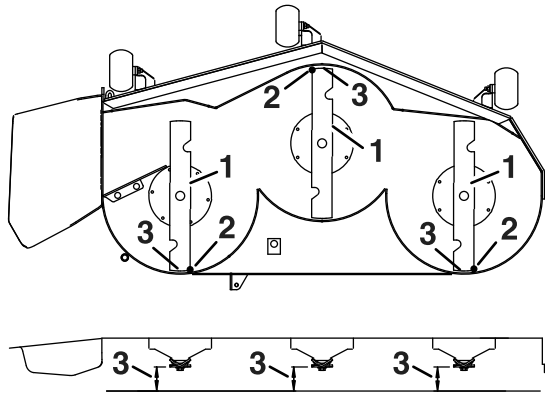

Figura 72
4. Rotii cu atenție lamele astfel încât să fie orientate din față spre spate (Figura 72).
5. Măsurai între vârful lamei din față i suprafaa plană i între vârful lamei din spate i suprafaa plană (Figura 72).